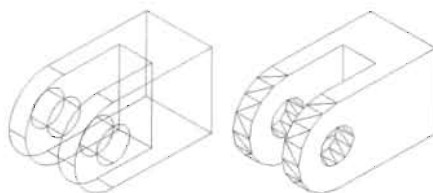

图 14-202
(9) 执行差集运算, 把矩形实体从中减掉, 然后消隐, 效果如图 14-202 所示。